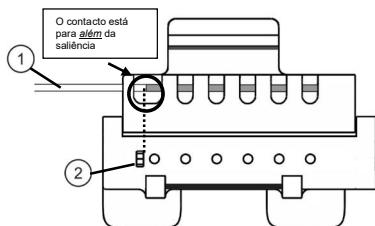

Figura 2. Extremidade do eletrodo totalmente inserida no bloco com os contactos alinhados
- Após a conclusão da colocação do eletrodo, os contactos da extremidade final (1) precisam de ser ligados ao cabo através do bloco conector. Insira cuidadosamente a extremidade do eletrodo (1) no bloco conector e certifique-se de que os contactos na extremidade do eletrodo estão alinhados com os pinos no bloco conector. Consulte a Figura 2 para obter o alinhamento correto.
- Certifique-se de que a extremidade do eletrodo (1) está totalmente inserida, verificando se o último contacto inserido está para além da saliência (2) na superfície de contacto (ver figura 2)